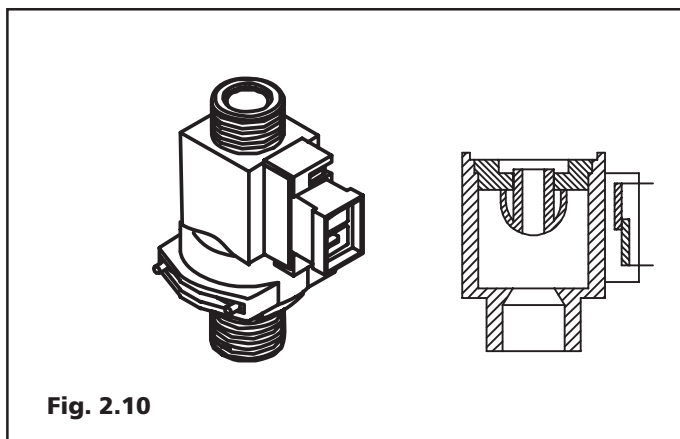

Fig. 2.10
3) Flussostato (Fig. 2.10): dispositivo in grado di rilevare la presenza del flusso dell'acqua tramite un galleggiante composto da un otturatore in teflon, con un settore calamitato sulla parte superiore. All'ingresso dell'acqua fredda vi è un filtro che salvaguarda il flussostato dal passaggio di impurità.